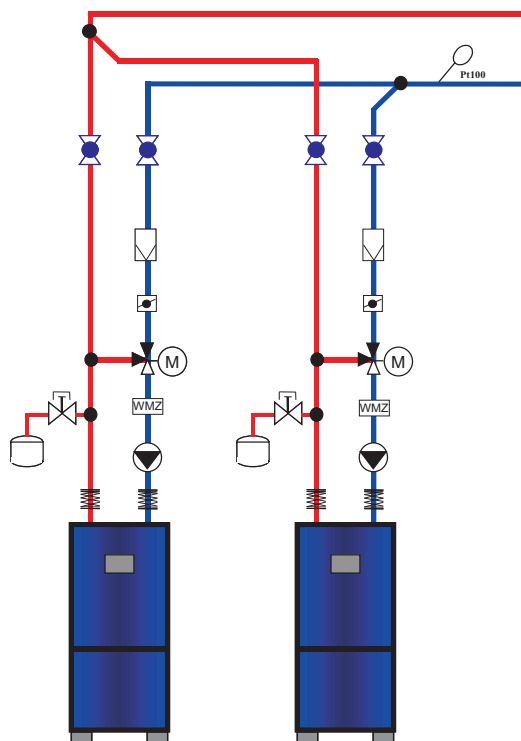

Рис. 10 Схема гидравлических подключений
- Элементы конструкции и точки измерений при подключении системы отопления заказчика располагать в соответствии с технологической схемой периферийного подключения модуля (Рис.10).
- Подвести присоединительные кабели через кабельные выводы в верхней части модуля (**Ошибка! Источник ссылки не найден.**, рис. 10 поз. 2).